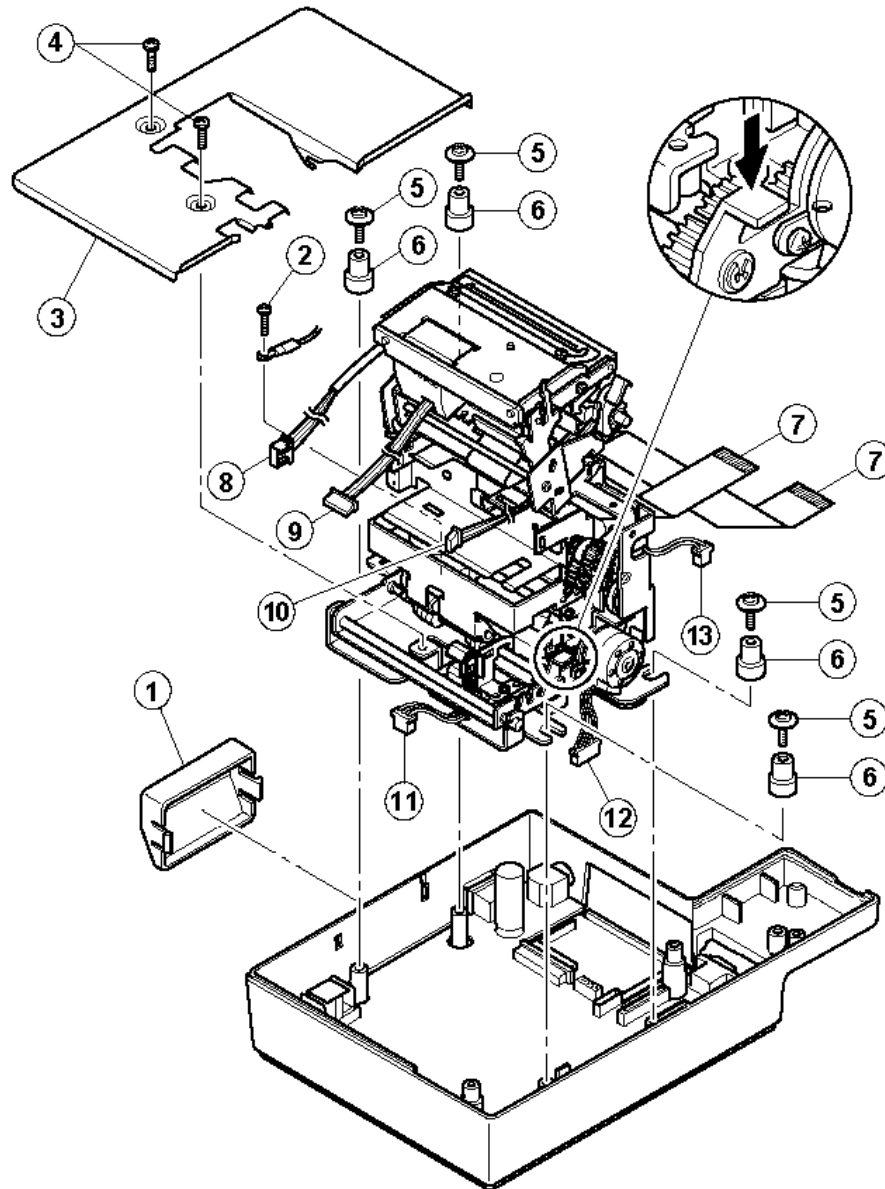

Рисунок 7 Комбинированный печатающий механизм
Отсоединение комбинированного печатающего механизма (см. Рис. 7):
1. Отсоедините дополнительный лоток ПД (см. Рис. 7, позиция 1).
2. Открутите два винта (позиция 4), удерживающих лоток подкладного документа (позиция 3), и нажав на рычаг (см. Рис. 7, направление указано стрелкой) и опустив прижимные ролики подкладного документа, извлеките лоток подкладного документа из печатающего механизма.
3. Открутите четыре винта (см. Рис. 7, позиция 5), которыми печатающий механизм крепится к нижней части корпуса ККМ.
4. От системной платы отсоедините плоские шлейфы термопринтера и принтера ПД от системной платы (см. Рис. 7, позиция 7). Затем отсоедините шлейф отрезчика термопринтера (позиция 8), шлейф мотора термопринтера (позиция 9), шлейф датчиков термопринтера (положения рычага и наличия термобумаги, позиция 10), шлейфы оптических датчиков принтера подкладного документа (позиция 11), шлейф мотора протяжки ПД (позиция 12) и шлейф соленоида кулачкового привода (позиция 13).